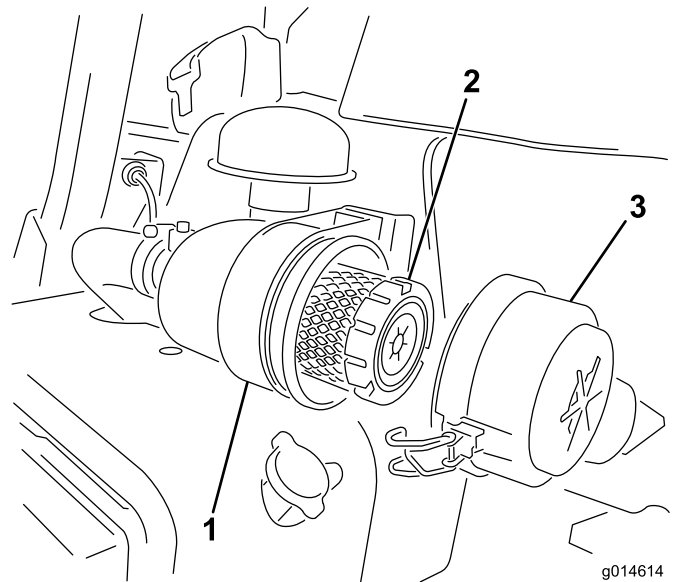

图25
1. 松开将空气滤清器盖固定到空气滤清器壳体上的搭扣（图25）。
7. 固定搭扣（图25）。